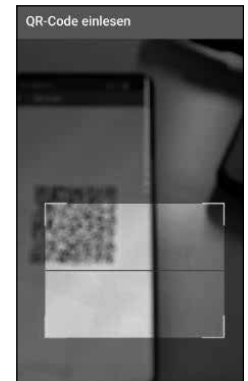

Abb. 71
- Ggf. werden Sie aufgefordert, den Zugriff der App auf die Kamera zu bestätigen. Danach öffnet sich das Aufnahme-Fenster der Kamera (Abb. 71). Scannen Sie den QR-Code auf dem Screen von Smartphone B.